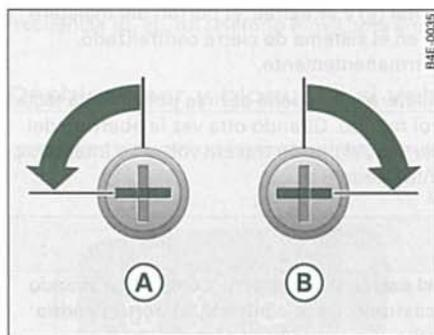

Fig. 53 Posiciones del bombín de cierre de la cerradura del portón trasero
- Gire la llave hacia la izquierda hasta la posición de apertura  ⇒ fig. 53.